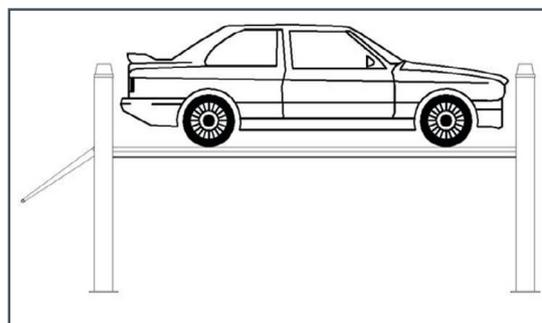

Figure 7
- Assurez-vous que les véhicules sont correctement positionnés (figure 7).